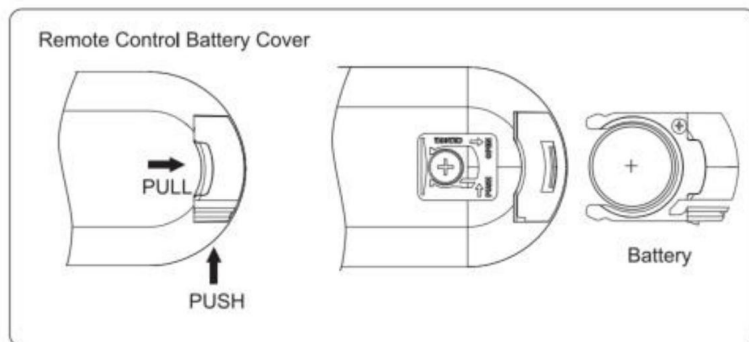

Fig.6
1. Rimuovere la scheda nella direzione della freccia per accendere il telecomando. (Fig.6)